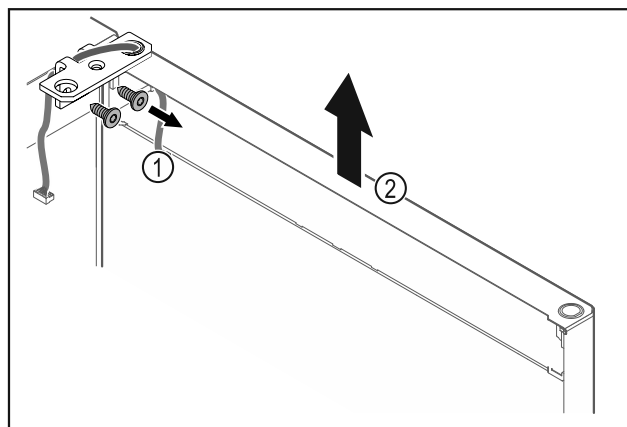

Fig. 22
- ▶ Odkręcić zawias Fig. 22 (1).
- ▶ Drzwi wraz z zawiasem należy podnieść prosto do góry o ok. Fig. 22 (2) circa 200 mm i zdjąć.